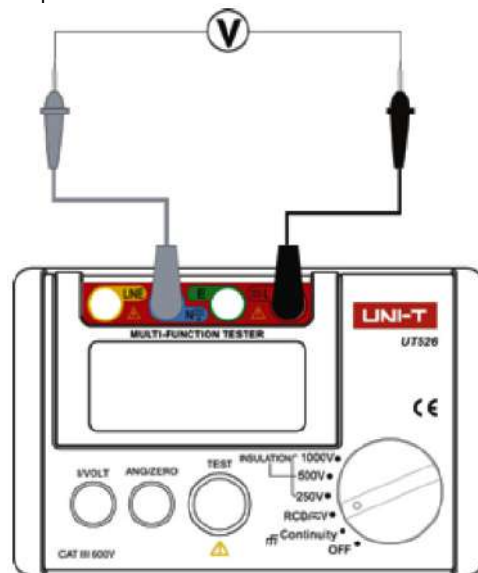

Рисунок 4
9. ТЕСТИРОВАНИЕ НАПЯЖЕНИЯ (см. рисунок 4)